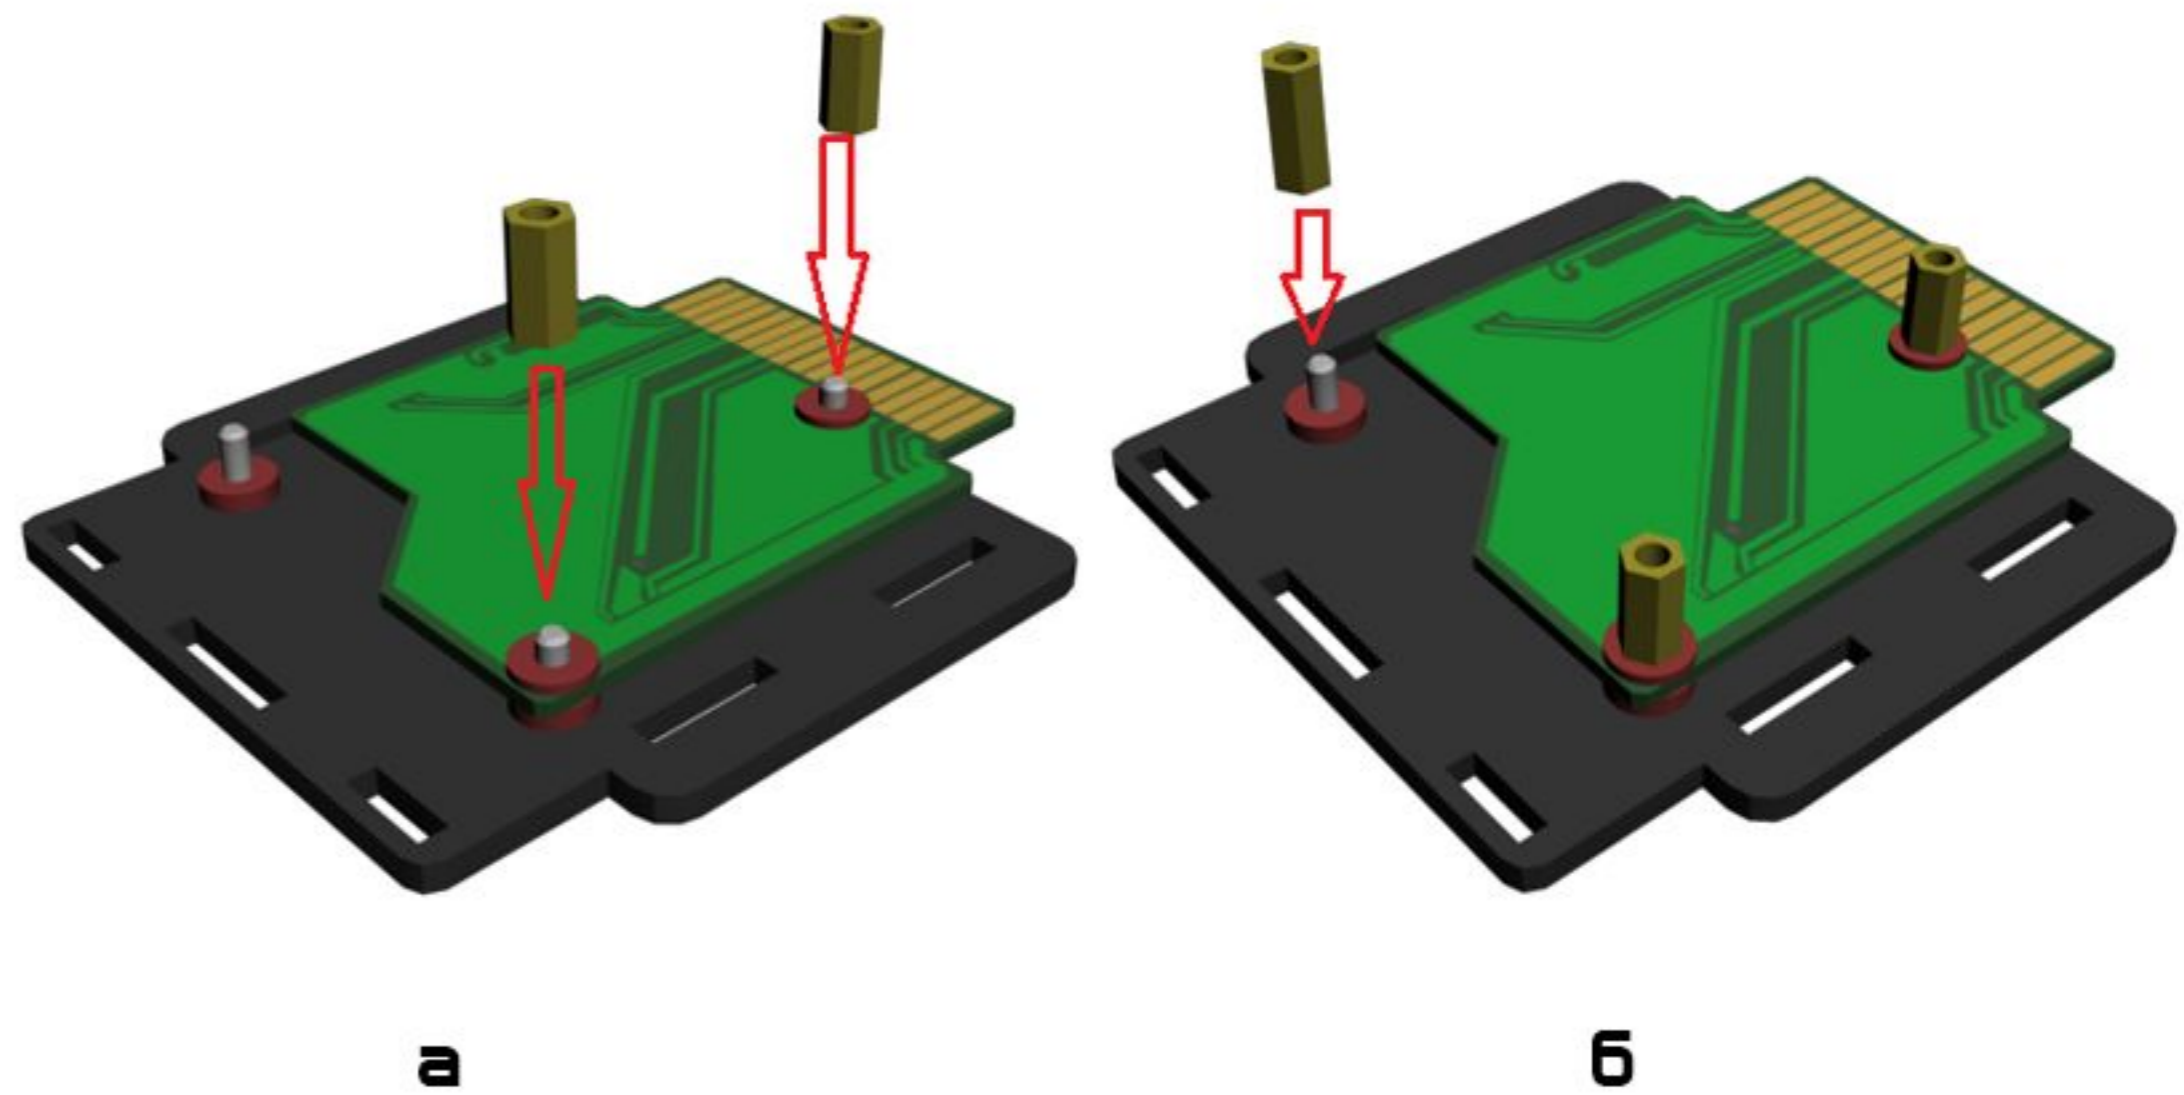

Рис. 6
5. Сначала закручиваем 2 шестигранные стойки, прижимающие плату (внутренний диаметр $d = 3$ мм, высота $h = 10$ мм) рис. 6, а; затем прикручиваем шестигранную стойку на третий винт, не удерживающий плату (внутренний диаметр $d = 3$ мм, высота $h = 12$ мм) рис. 6, б